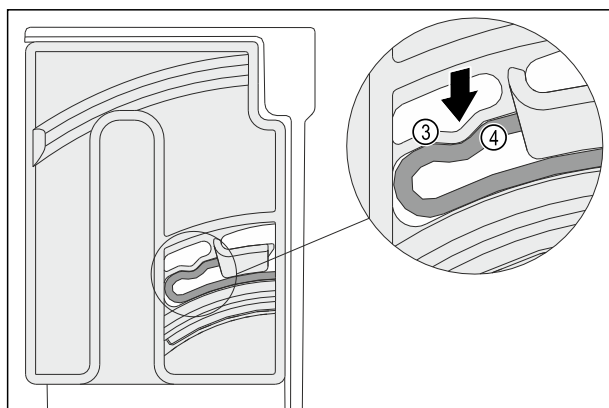

Fig. 101
- ▷ Pružný prvek Fig. 101 (3) otočné jednotky slyšitelně zaklapne do kulatého tvaru žebra Fig. 101 (4).